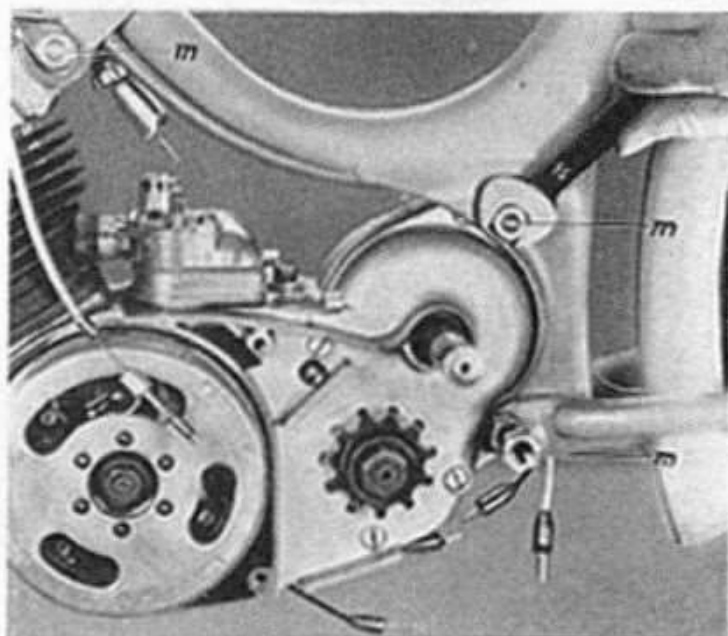

Bild 11
- 2.8 Gehäusedeckel - Magnetseite abschrauben, 2 Zylinderkopfschrauben lösen (Schraubenzieher). Motorbefestigung lösen. Kettenschutz abnehmen. Motorbefestigungs-Schrauben (m) mit Muttern und Sicherungsscheiben mit einem Schraubenschlüssel SW 14 abschrauben. (Bild 11)